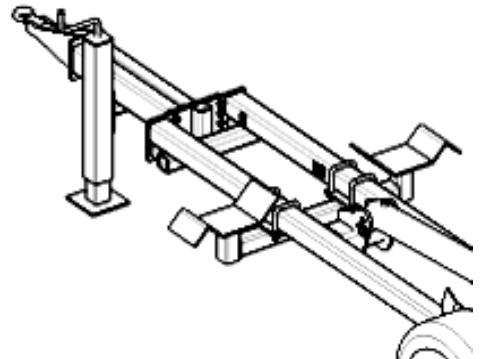

Рисунок 1.
- При помощи домкрата (рис. 1) путем поворачивания рукоятки по часовой стрелке или против установить кольцо дышла агрегата на уровне сцепного устройства трактора.